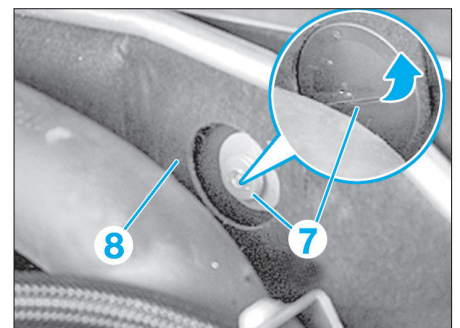

Fig. 17
• Dans le compartiment moteur, détacher la chape (7) au niveau du tablier (8) (Fig.17).